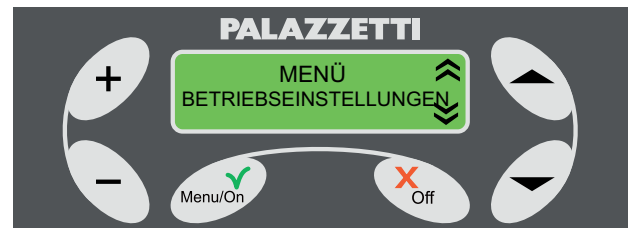

Fig. 1.7.1
- 1) auf dem Display muss erscheinen “MENÜ BETRIEBSEINSTELLUNGEN” Abb. 1.7.1;